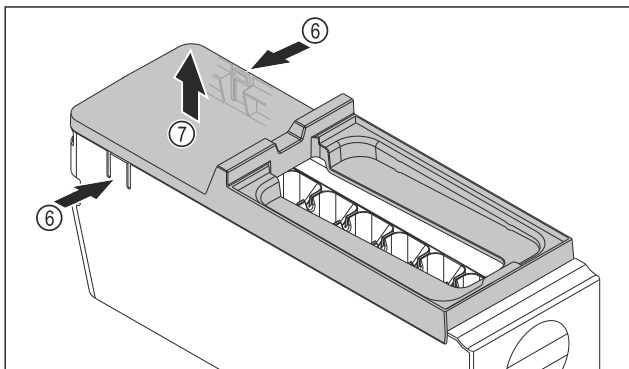

Fig. 86
- Odstráňte kryt korpusu EasyTwist-Ice: strmeň Fig. 86 (6) na oboch stranách korpusu EasyTwist-Ice zatlačte rukou.
- Kryt Fig. 86 (7) odoberte druhou rukou smerom nahor.